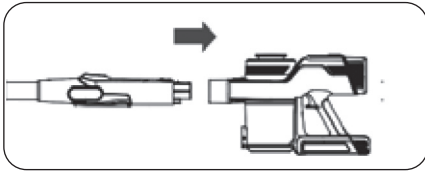

Abbildung 1
- Schieben Sie das Ende des Aluminiumrohrs horizontal in die Ansaugöffnung des Hauptgeräts und stellen Sie sicher, dass das Rohr ordnungsgemäß sitzt und sich nicht lösen kann. Die erfolgreiche Montage wird durch ein Klickgeräusch bestätigt. (Abbildung 1)